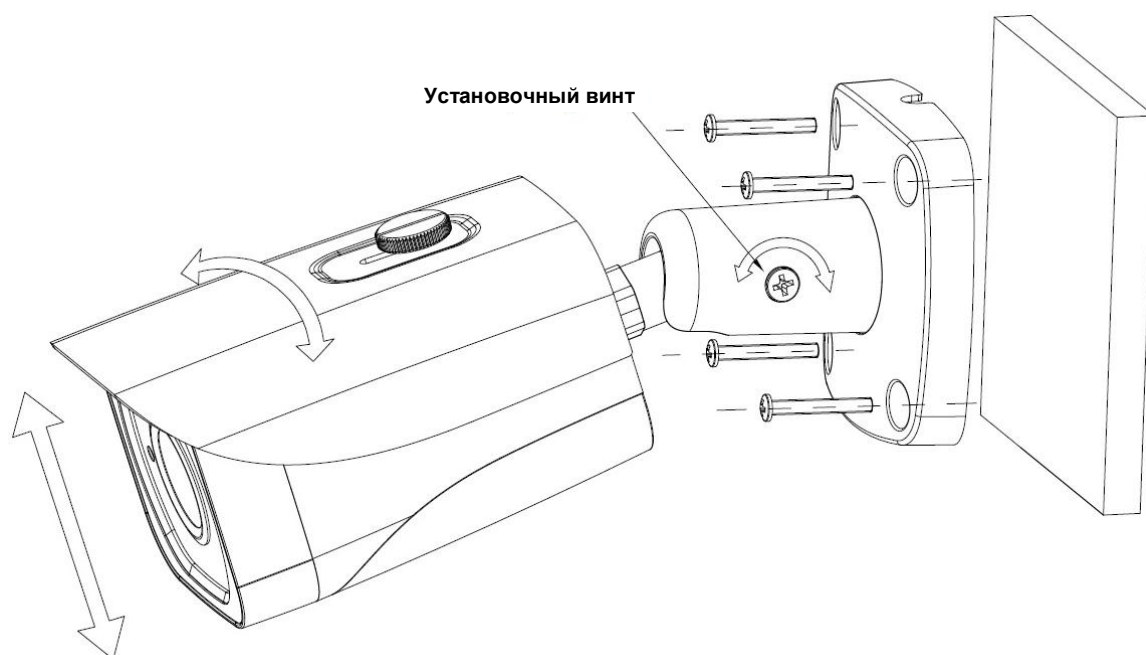

Рисунок 3-1
- При установке на цементную стену необходимо сначала использовать дюбель. Важно следить, чтобы монтажные отверстия для дюбеля совпадали с отверстиями кронштейна. После этого можно произвести установку кронштейна. См. Рисунок 3-1—3-4.